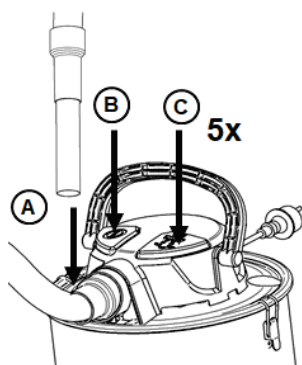

Fig. 9
L'aspiratore è dotato di un sistema di pulizia del filtro integrato. Polvere fine e cenere intasano leggermente il filtro. Per pulire il filtro e ripristinare la potenza di aspirazione, procedere come descritto nella fig. 9. Inserire l'ugello nel supporto (A) per bloccare l'aspirazione. Accendere l'apparecchio (B). Attendere alcuni secondi finché il motore raggiunge il suo numero di giri completo e la pressione negativa è al massimo. Premere 5 volte il tasto di pulizia del filtro (C).
La potenza di aspirazione è ridotta:	<ul style="list-style-type: none"> <li>- È possibile che il contenitore sia pieno e debba essere svuotato. Vedi fig. 8</li> <li>- Il tubo flessibile e l'ugello possono essere intasati e devono essere puliti.</li> <li>- Uno dei suddetti componenti potrebbe essere danneggiato e deve essere sostituito.</li> <li>- Probabilmente il filtro è intasato. Utilizzare il sistema di pulizia del filtro (vedi fig. 9) per pulire il filtro.</li> <li>- Sostituire il filtro o assicurarsi che il filtro sia installato correttamente.</li> <li>- Il collegamento del tubo flessibile è allentato e deve essere serrato.</li> </ul>